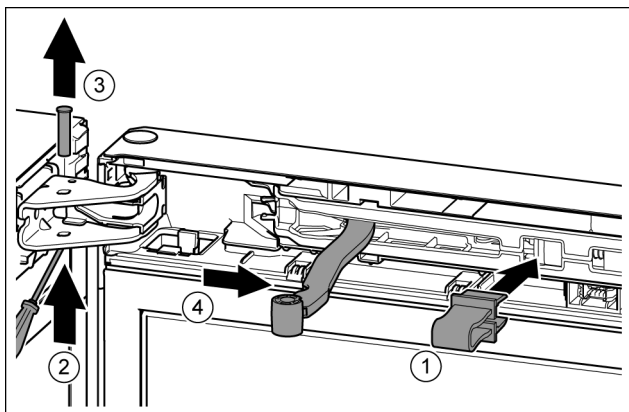

Fig. 13
- Borging in de opening klikken. *Fig. 13 (1)*
- Bout met schroevendraaier eruit schuiven. *Fig. 13 (2)*
- Bout vanaf de bovenkant eruit halen. *Fig. 13 (3)*
- Scharnier in de richting van de deur draaien. *Fig. 13 (4)*